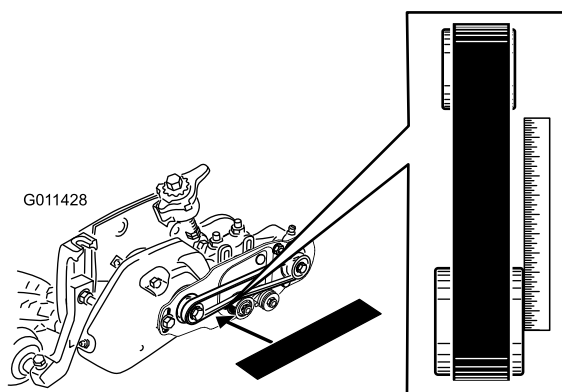

図 35
- **駆動** プーリの外側面に直定規を当てる 図 35。